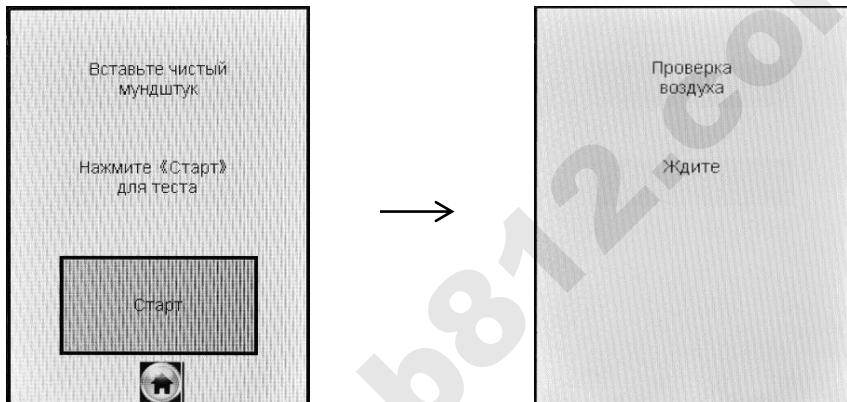

Рисунок 22 – Начало процедуры измерения в режиме измерения без ввода данных
2.9.2 В случае отказа обследуемого от проведения измерения (обследуемый отказывается делать выдох) в анализаторе предусмотрена возможность прервать процедуру измерения, зафиксировав при этом факт отказа от измерения. Для этого нажмите на виртуальную кнопку «Отказ» – на экране появится сообщение об отказе от измерения (рисунок 22, справа).
На экране появится окно с сообщением «Вставьте чистый мундштук» (рисунок 22, слева).